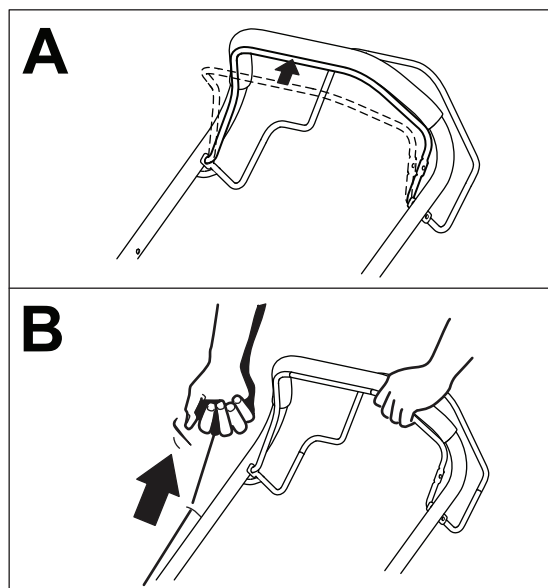

Figura 14
2. Puxe o manípulo do arrancador de retrocesso ligeiramente até sentir resistência e, em seguida, puxe rapidamente (Figura 14). Quando o motor arrancar, deixe que o cabo regresse lentamente à pega.